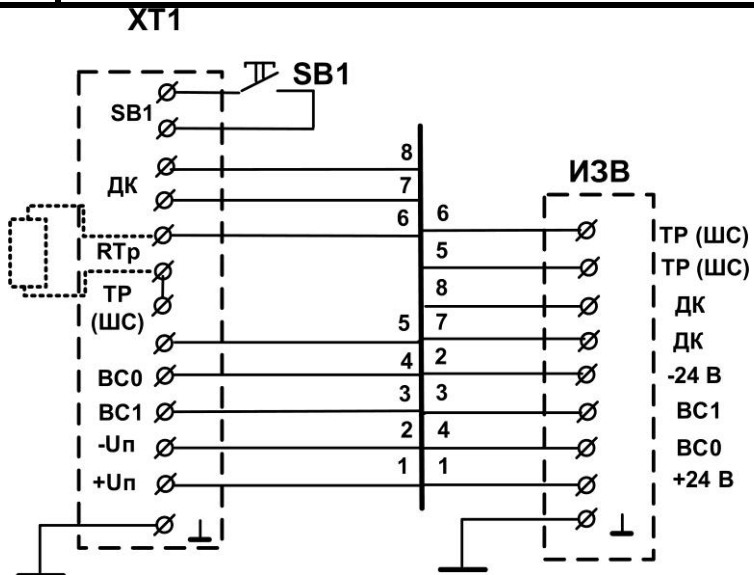

Рис.5.6
5.1.3 Кабели БПРМ подключить* к клеммам «ИЗВ» в соответствии с маркировкой на шасси БМ-1Н [см. рис. 5.6]] и табл. 5.2.